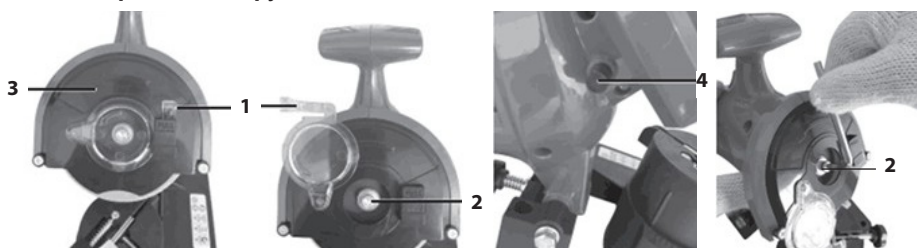

рис.6
- открыть прозрачную крышку, потянув за хвостовик (рис.6 поз.1)
- зафиксировать шпиндель с помощью фиксатора (рис.6 поз.4);
- с помощью ключа ослабить гайку (рис.6 поз.2);
- снять со шпинделя прижимной фланец (рис.6 поз.5) и использованный круг (рис.6 поз.6);